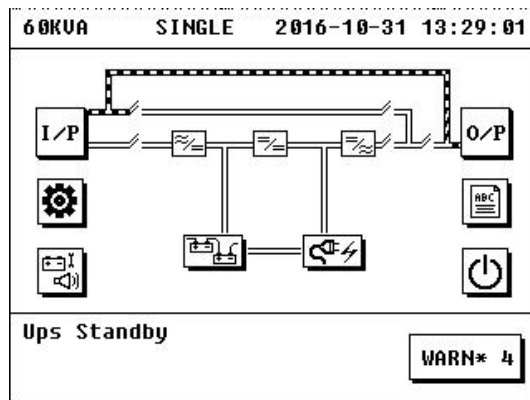

Figura 3.27 Interfaz principal en modo de bypass de mantenimiento
2) Abra la cubierta del breaker del bypass de mantenimiento, cierre el breaker de bypass de mantenimiento, corte el breaker de salida y de batería, y luego la UPS entra en modo bypass de mantenimiento, su diagrama de flujo de energía se muestra en la figura 3.27. A continuación, corte el breaker de entrada y breaker de bypass.